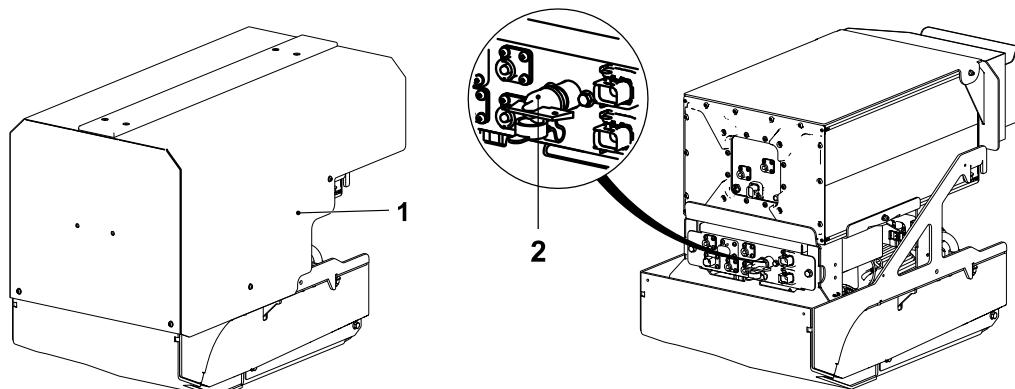

Abbildung 7.5 Erdungsschalter
- Länger als 1 Monat: sorgen Sie dafür, dass der SOC des Batteriepakets zwischen 40 % und 70 % liegt und schalten Sie anschließend den Erdungsschalter aus. Den Erdungsschalter (2) erreichen Sie, indem Sie die Motorhaube (1) demontieren (siehe Abbildung 7.5).